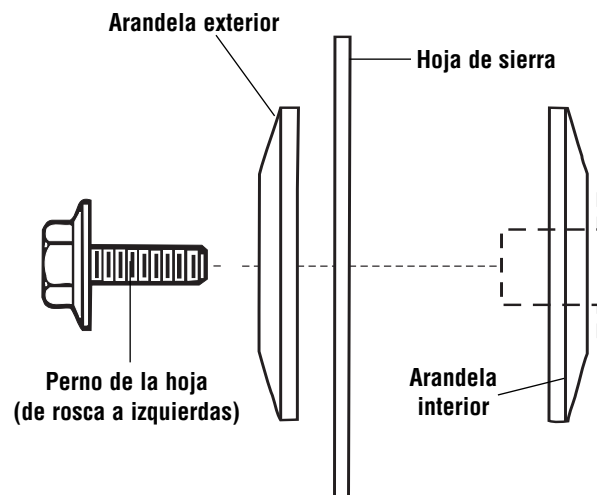

Figura 2. Herrajes de la hoja
5. Quite el perno de la hoja, la arandela exterior y la hoja. No quite la arandela interior (Figura 2).